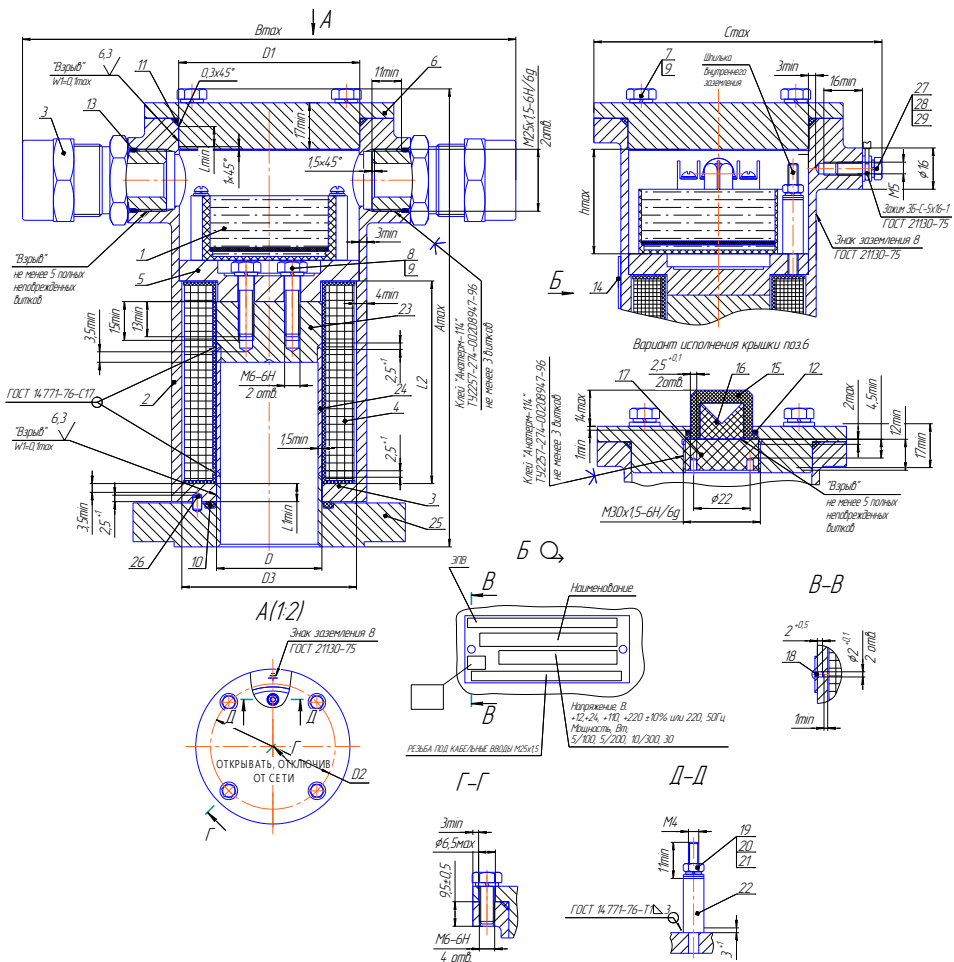

Рисунок 3. Привод. Чертеж средств взрывозащиты.
Обозначения на рис. 1а,б: 1–корпус(Сталь 10Х18Н9Л ГОСТ 977-88), 2- камера(Сталь 14Х17Н2 ГОСТ 5632-72), 3- Датчик конечных положений затвора (рис.5), 4- трубка разделительная(Сталь 12Х18Н10Т ГОСТ 5632-72/14Х17Н2 ГОСТ 5632-72), 5- электромагнитный привод (см.рис.3)), 6-сердечник (Сталь 14Х17Н2 ГОСТ 5632-72), 7- кольцо (фторопласт Ф4К20 ТУ 6-05-1413-76), 8-пружина (Проволока ВО-2 ТУ3-1002-77), 10-шток (Сталь 12Х18Н10Т ГОСТ 5632-72), 11, 18 –уплотнение (резиновая смесь. Марка в зависимости от исполнения), , 11-вставка (Сталь 14Х17Н2 ГОСТ 5632-72), 12-затвор (Сталь 14Х17Н2 ГОСТ 5632-72), , 13, 14,15, 17 -кольцо (фторопласт-4 ГОСТ 10007-80 Е), 16- втулка (Сталь 14Х17Н2 ГОСТ 5632-72), 20-вкладыш (Сталь 14Х17Н2 ГОСТ 5632-72), 21- втулка (Сталь 14Х17Н2 ГОСТ 5632-72), 22-шток (Сталь 14Х17Н2 ГОСТ 5632-72), 23-шток (Сталь 12Х18Н10Т ГОСТ 5632-72), 24-шайба (Сталь 14Х17Н2 ГОСТ 5632-72), 25-гайка (Сталь 09Г2С ГОСТ19281-89), 26-ручка (алюминий литьевой АК-7ч), 27-фланец (Сталь 14Х17Н2 ГОСТ 5632-72), 28-скоба (Сталь 12Х18Н10Т ГОСТ 5632-72), 29-втулка (Сталь 12Х18Н10Т ГОСТ 5632-72), 30-фланец (Сталь 09Г2С ГОСТ19281-89), 31-болт А2 DIN933, 32,33- винт А2 DIN127, 34-43- кольца уплотнительные (резиновая смесь. Марка в зависимости от исполнения).
Электромагнитный привод (ЭПВ) представляет собой электромагнит постоянного тока со схемой управления режимом работы и состоит (см. рис.3) из корпуса 2 с двумя кабельными вводами и крышкой 6, катушки 4, прижимного фланца 5 и электронного блока управления 1 (модуль СФУ).
- заключения его электрических цепей во взрывонепроницаемые металлические оболочки по ГОСТ ИЕС 60079-1. Взрывоустойчивость оболочек проверяется при изготовлении испытаниями избыточным давлением 1,5 МПа. Сопряжения деталей, обеспечивающих взрывозащиту показаны на чертежах средств взрывозащиты (рисунок 3, 4, 5). На поверхностях, обозначенных "Взрыв" не допускаются раковины, забоины, вмятины, ржавчина, чернота, наличие краски и другие дефекты.
7.2.2 Присоединить питающий кабель к приводу в последовательности (см. рис.3, 4, 7):